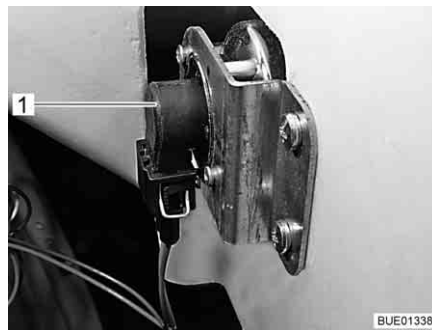

Fig. 286 Indicatore di direzione
- Afferrare dietro il supporto lampada (Fig. 286,1).